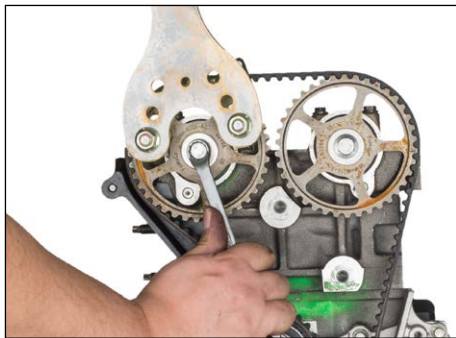

Fig. 11
8. Draai de nokkenastandwielen vast tot 60 Nm met behulp van tegenhouder OE (205-072), Uni Tool Box/3 (Fig. 11).